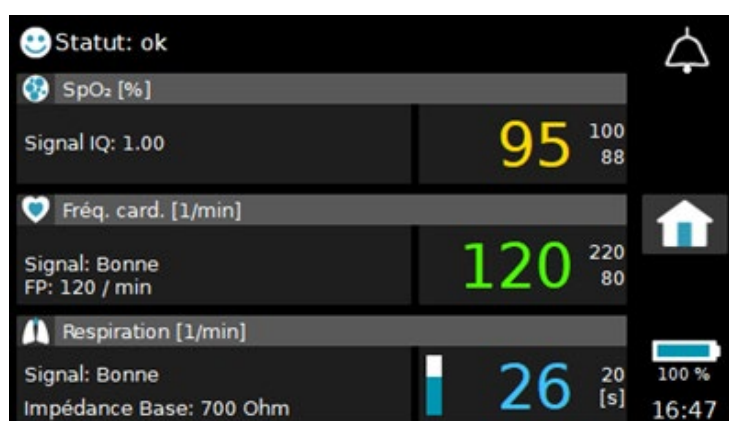

Fig. 77 Contenu de l'écran Vue 1 avec Afficher FP/FC sur Marche
En réglant le paramètre **Afficher FP/FC** sur **Marche**, la fréquence pulsatile (FP) est affichée en même temps que la fréquence cardiaque (FC) dans **Vue 1** et **Vue 2**. Dans **Vue 1**, la valeur actuelle de la FP est affichée sur le côté gauche de l'écran sous l'indicateur de qualité du signal dans la zone **Fréquence cardiaque/Fréquence pulsatile**, comme illustré dans la Fig. 77.